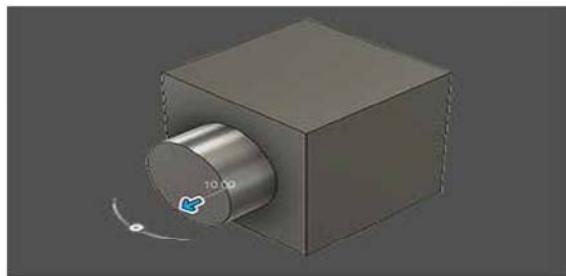

图 2-44
(1) 拉伸: 为闭合的草图轮廓或平整面增加深度。选择轮廓或平整面，然后指定要拉伸的距离，如图 2-44 所示。